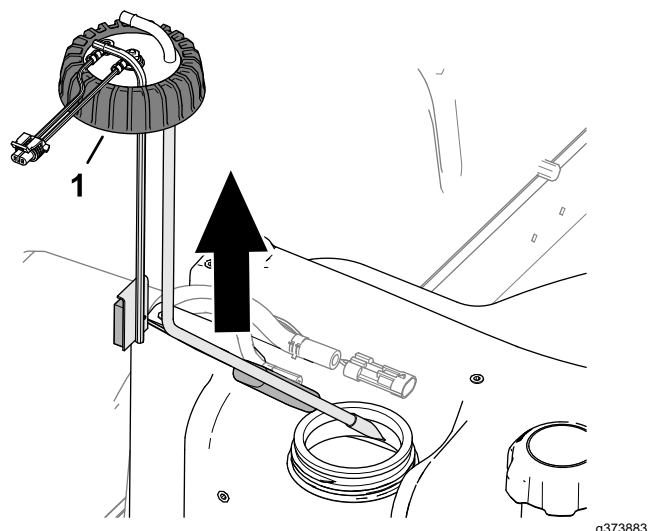

Figure 126
5. Desserrez le chapeau du transmetteur de niveau de carburant (Figure 126).